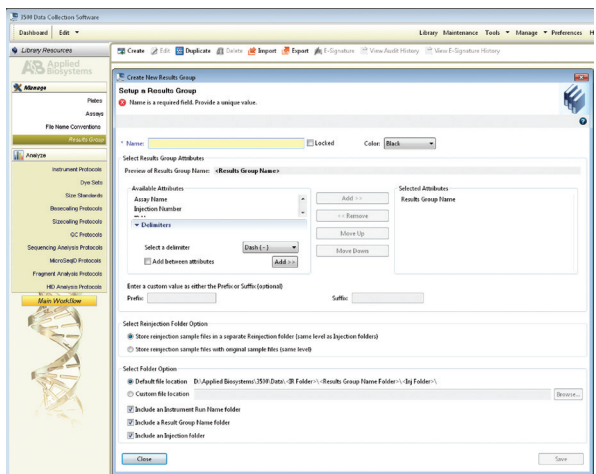

图8 创建“Results Group”的窗口
7. 创建一个新的“Results Group” (见图8), 先点击“Library”, 选择“Results Group”, 然后点击“Create”。或者选择以前一个“Results Group”进行修改。